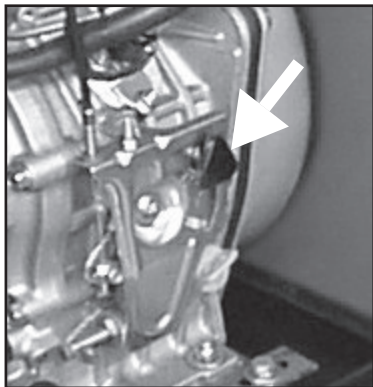

Fig. 7
- 2) Versie P3500 – P4500 – P6000 – WP180 (Motor YANMAR): Zet de versneller op de motor (zie fig. 7), omhoog; wacht tot de motor volledig is gestopt; zet de sleutel weer in de stand "OFF".